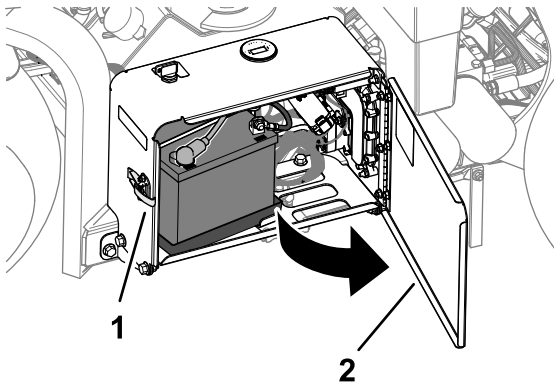

Figure 170
1. Déverrouillez et ouvrez la porte du compartiment de la batterie (Figure 170).